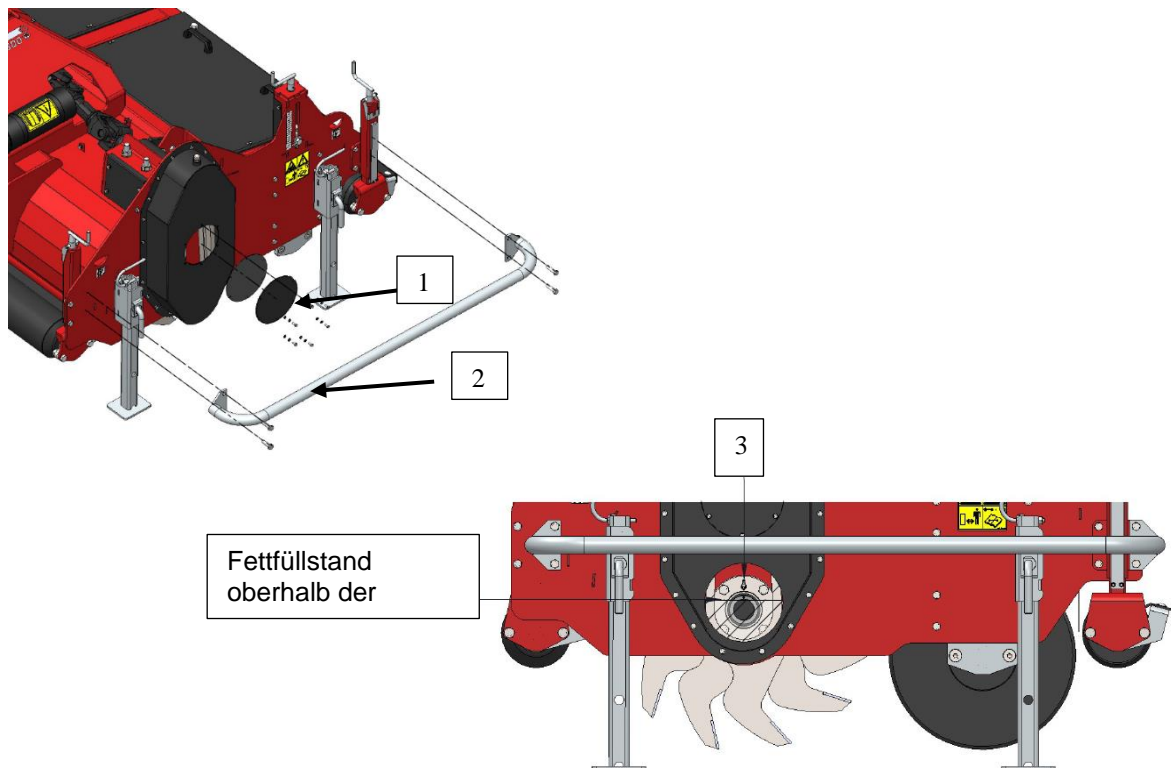

Abb. 16
2. Schutzbügel (2) und Einstiegsklappe (1) entfernen (Abb. 16).
6. Getriebe über die Öffnung oder bis zur Rotorwelle knapp unter dem Niveau mit Fett EP 0 füllen (insgesamt ca. 2,2 Liter/0,58 gal) (Abb. 16).
7. Einstiegsklappe und Gummidichtung (1) wieder montieren.
8. Schutzbügel (2) wieder montieren.
1. Schutzbügel (2) und Einstiegsklappe (1) entfernen (Abb. 16).
5. Die unteren Muttern (7) beide einige Umdrehungen weiter von der Befestigungsplatte weg drehen und die oberen Muttern (7) um gleich viele Umdrehungen fester anziehen, sodass sich der Spanner verdreht. Der Kettendurchhang wird nun kleiner.
6. Wenn der Durchhang den niedrigsten Wert erreicht hat, werden die unteren Muttern (7) wieder bis zur Befestigungsplatte angezogen und die oberen Muttern (7) fest an die Befestigungsplatte angezogen; der Spanner ist nun nicht mehr verstellbar. Es muss kontrolliert werden, ob beide Gewinde gleich weit hervorstehen.
7. Muttern (5) anziehen und Kettenspannung neuerlich kontrollieren.
9. Wenn der Durchhang richtig ist, können die Muttern (6) angezogen werden. (Auf Wunsch kann die Zwischenwelle der Zapfwelle direkt geschmiert werden.)
11. Einstiegsklappen und Gummidichtung (1) wieder montieren (Abb. 16).
12. Schutzbügel (2) wieder montieren (Abb. 16).